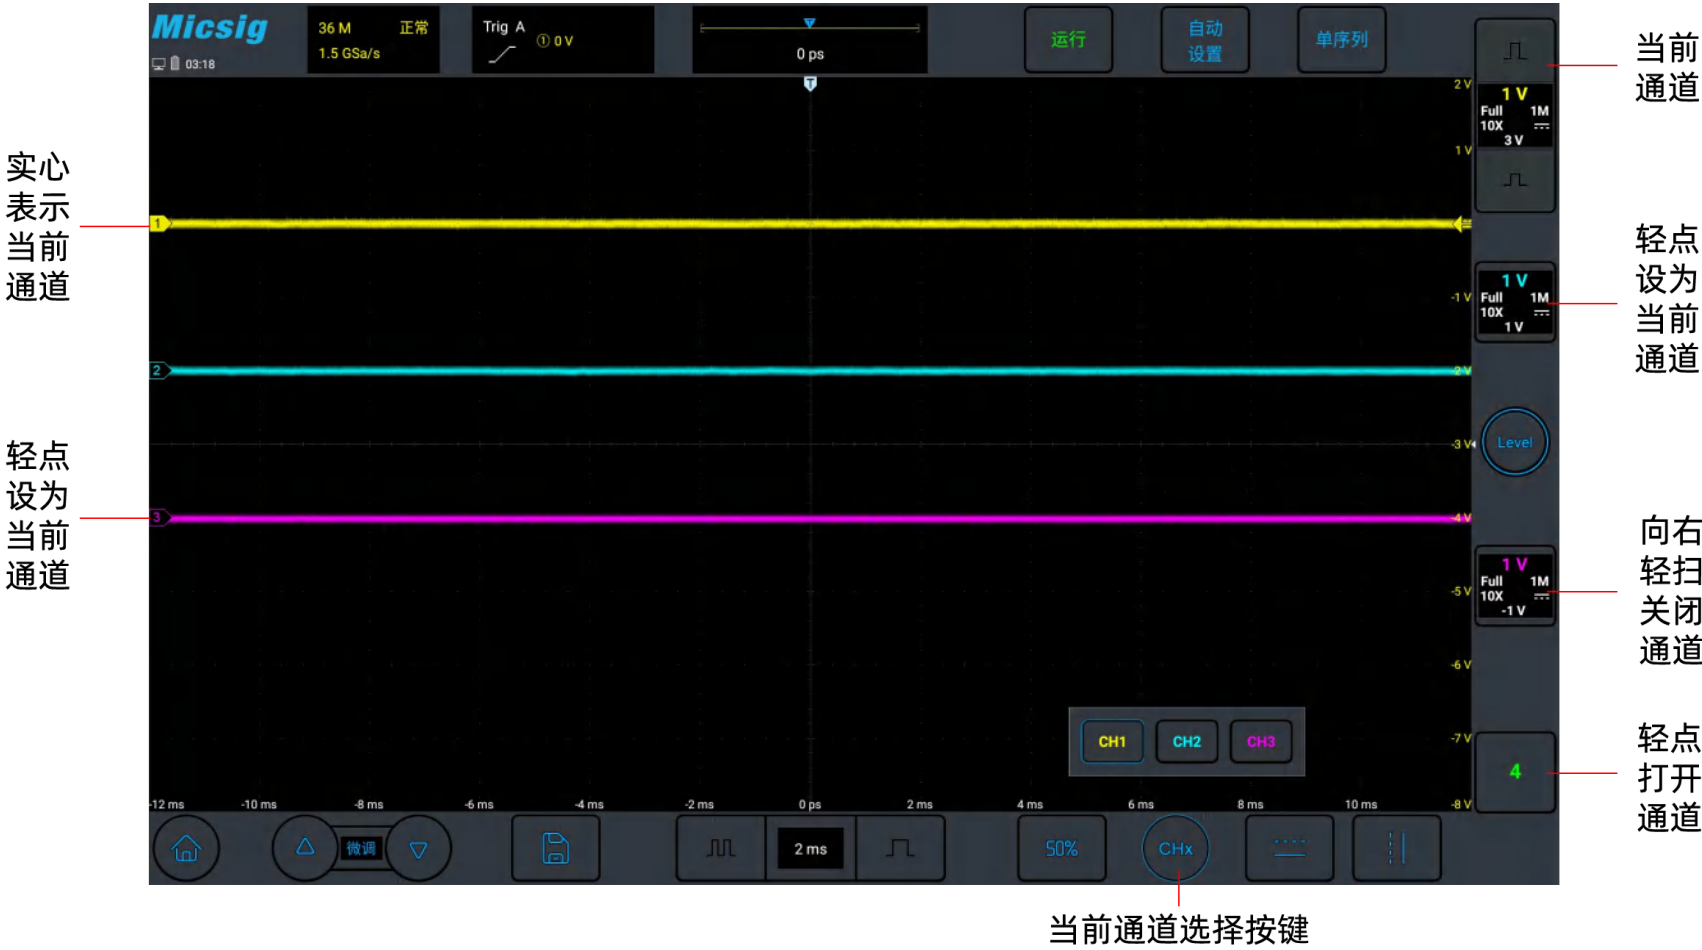

图4-4 通道的打开、关闭与切换
当CH1处于开启状态，但状态为非当前通道时，轻点CH1波形或CH1通道图标或通道指示器① 或当前通道选择按键，把CH1设为当前通道，见图4-4。